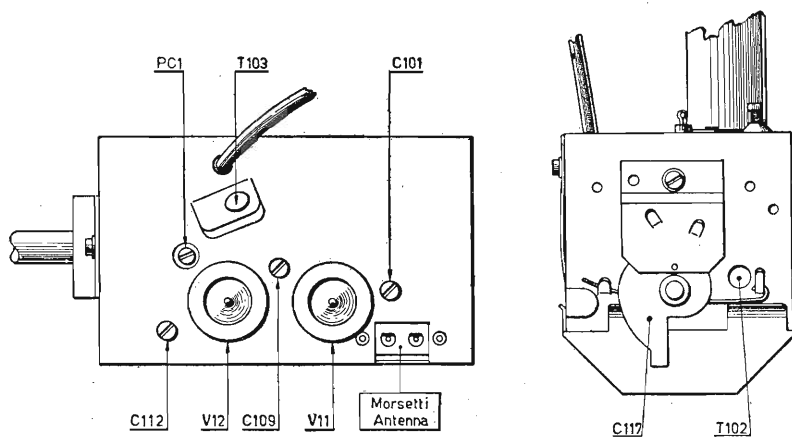

Fig. 10.6.
- C - Collegare il wobbolatore direttamente ai morsetti d'antenna fig. 10.6. Il cavo di uscita del wobbolatore deve terminare con una impedenza di 300 ohm bilanciati verso massa. Qualora il cavo d'uscita non termina con l'impedenza richiesta occorre adattarlo con resistenze antinduttive (ad impasto) come mostrato in fig. 10.5. La resistenza  $R_0$  di fig. 10.5 non va inserita se il cavo d'uscita del wobbolatore è chiuso su una resistenza uguale all'impedenza caratteristica. Lo spazzolamento va regolato a 15 Mc/s.
- D - Mettere il condensatore di sintonia C117 nella posizione di fig. 10.6.
- E - Collegare il wobbulatore adattato a 300 ohm, ai morsetti d'antenna fig. 10.6.
G - Far corrispondere il segnale di riferimento della portante audio di ciascun canale nella posizione indicata P.S. della fig. 10.8 mediante l'accordo del nucleo del trasformatore T102 (fig. 10.6).
- C - Collegare il wobbulatore direttamente ai morsetti d'antenna fig. 10.6. Il cavo di uscita del wobbulatore deve terminare con una impedenza di 300 ohm bilanciata verso massa.
- E - Collegare il wobbolatore adattato a 300 ohm nei morsetti di antenna fig. 10.6.
- G - Far corrispondere il segnale di riferimento della portante audio di ciascun canale nella posizione indicata P.S. della fig. 10.8 mediante l'accordo del nucleo del trasformatore T102 (fig. 10.6).